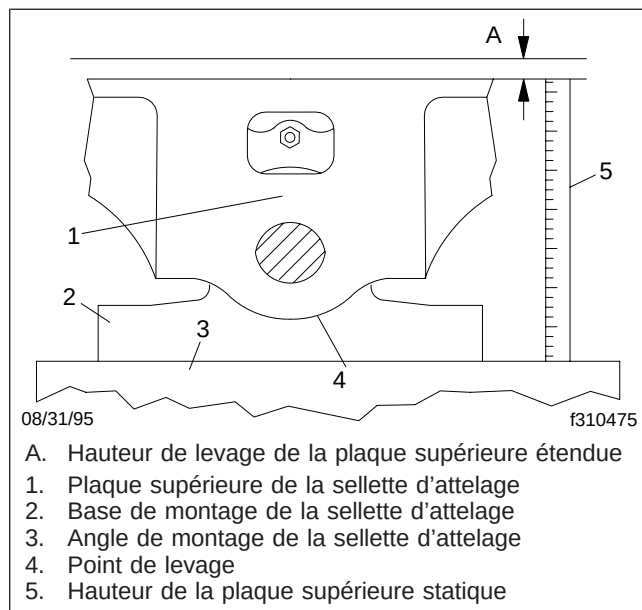

Fig. 5, Mesure du levage de la plaque supérieure de la sellette d'attelage
- Placez la plaque de la sellette d'attelage en position horizontale uniforme. Mesurez la hauteur depuis un point de montage stationnaire (**figure 5**, élément 3) -- par exemple le longeron de cadre de châssis -- jusqu'au haut de la plaque de la sellette d'attelage (élément 1). Levez la plaque de la sellette d'attelage (élément 4) sous